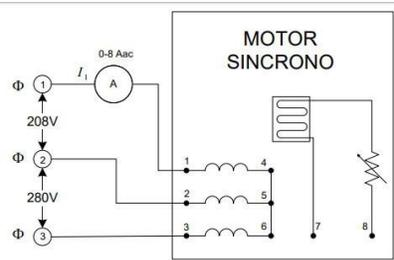

FIGURA 1
4.- Conecte el circuito ilustrado en la figura 1, utilizando los módulos de motor/generador síncrono, fuente de alimentación y medición de ca. Observe que los tres devanados del estator están conectados en estrella a la salida trifásica fija de 208 Vc.a. de la fuente de alimentación, terminales 1, 2 Y 3.